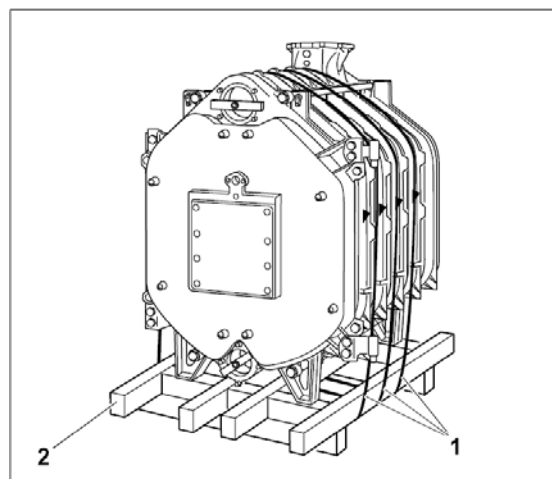

Fig. 18
- Skär av säkringsbanden (Fig. 18, **pos. 1**).
- Ta bort pallen för uppställningen (Fig. 18, **pos. 2**).